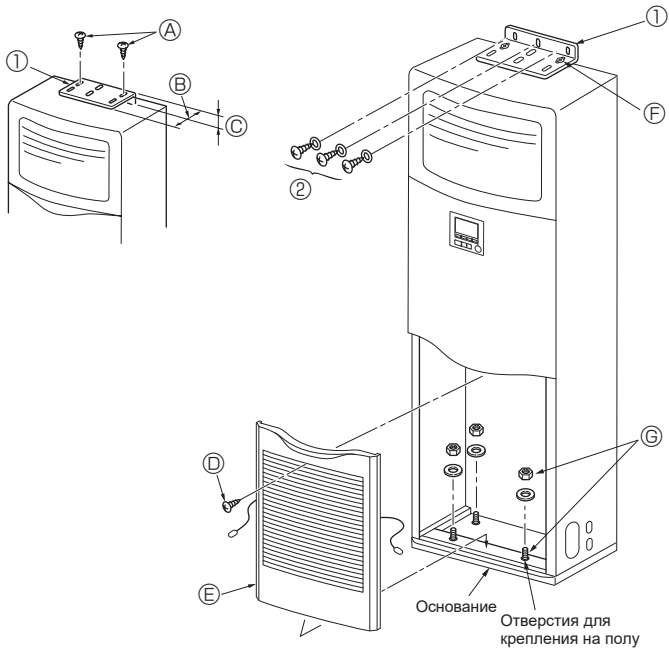

Fig. 3-2
①	Крепежный кронштейн для предотвращения опрокидывания прибора	1	Верхняя панель прибора
②	Самонарезающие винты (с шайбой)	3	Внутри воздухозаборной решетки
③	Теплоизоляция труб для газа (большая)	1
④	Теплоизоляция труб для жидкости (малая)	1
⑤	Лента	5
⑥	Соединительная муфта для дренажа	1
⑦	Втулка (вставляется в отверстие для электропровода)	2
⑧	Предупреждающая табличка, этикетка	1
3.2. Крепежный кронштейн для предотвращения опрокидывания прибора (Fig. 3-2)